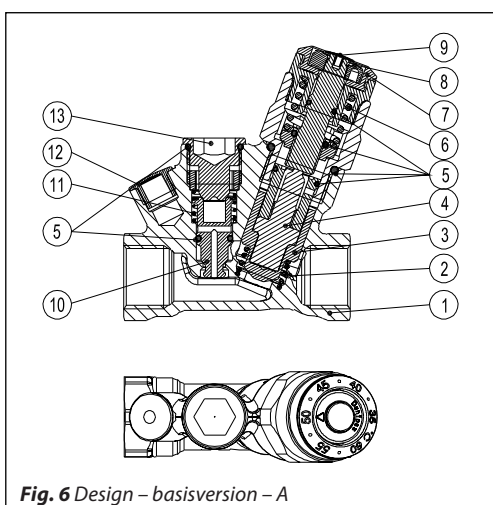
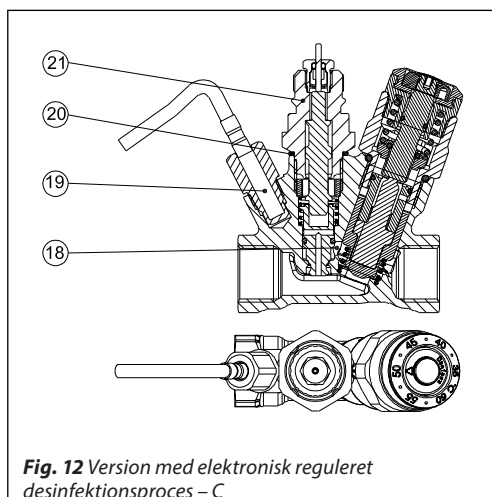

Fig. 6 Design – basisversion – A
Fig. 12 Version med elektronisk reguleret desinfektionsproces – C
MTCV - er en termostatisk selvvirkende, proportional ventil. Et termoelement (fig. 6 elem. 4) er placeret i ventilkeglen (fig. 6 elem. 3) og reagerer på temperaturændringer.
En sikkerhedsfjeder (fig. 6 elem. 6) beskytter termoelementet mod at blive beskadiget, når vandtemperaturen overstiger den indstillede værdi.
Efter afmontering af proppen for desinfektionselementet (fig. 6 elem. 13)- (dette kan gøres under drift, under tryk) kan det termiske desinfektionselement monteres (fig. 9 elem. 17).
- 1-13 Som beskrevet i fig. 6
En temperaturføler PT 1000 skal monteres i termometerhovedet (fig. 12, elem. 19). Termoaktuator og føler er tilsluttet til den elektroniske regulator CCR2+, som giver en effektiv og velfungerende desinfektionsproces i hvert cirkulationsstigrør. Hovedreguleringslementet arbejder inden for temperaturområdet 35-60 °C. Når desinfektionsprocessen/termovandbehandlingen starter, regulerer CCR2+ flowet gennem MTCV ved hjælp af termoaktuatorer TWA. Fordelene ved en elektronisk reguleret desinfektionsproces med CCR2+ er:
Efter fjernelse af desinfektionsproppen (fig. 6 elem. 13) kan adapteren monteres (fig. 12 elem. 21), og termomotoren TWA kan monteres.